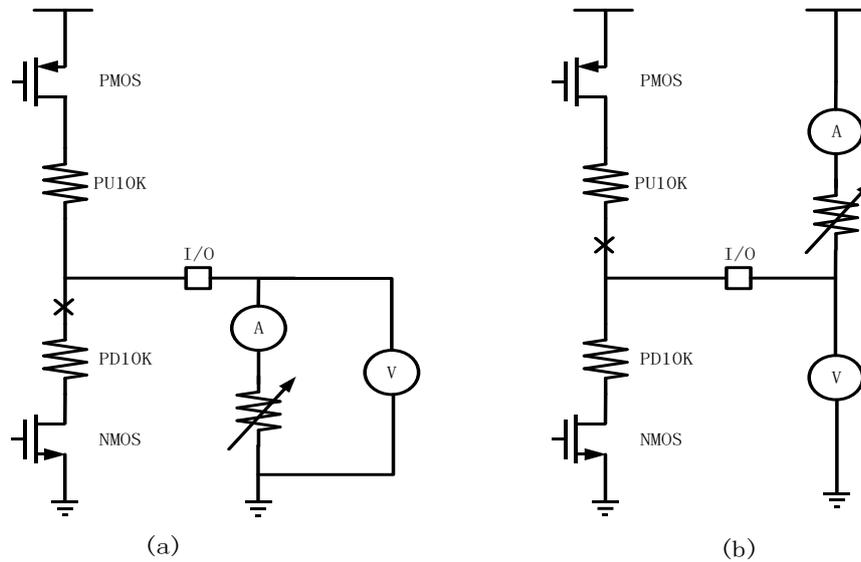

图 11. 上下拉电阻测量
6. I/O 的上下拉电阻测试方法：如图 11 (a)，测量上拉电阻时，从 I/O 到底串联电流表和滑动变阻器，并用电压表测量 I/O 电压，调整滑动变阻器，使得电压表的电压值为 0.5VCC，记录此时的电流表读数  $I_R$ ， $PU10K$  的阻值等于滑动变阻器的阻值，等于电压表和电流表读数的商，即  $0.5VCC/I_R$ 。如图 11 (b)，同样调整滑动变阻器的阻值，使得电压表的读数为 0.5VCC，记录电流表读数  $I_{R0}$ ， $PD10K$  的阻值为  $0.5VCC/I_{R0}$ 。（ $VCC=5V$ ）